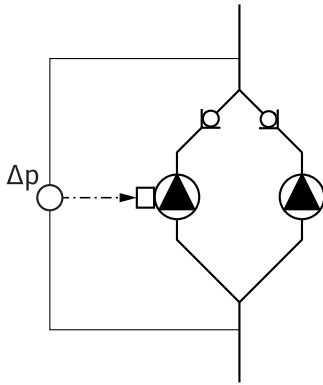

Fig. 18: Exemplu, racord IDP
- În exemplul din fig.18 pompa principală este pompa din stânga, în sensul curgerii. Racordați la această pompă senzorul de presiune diferențială.
- Punctele de măsurare pentru senzorul de presiune diferențială de la pompa principală trebuie să se afle pe respectiva conductă colectoare pe partea de aspirație și de scurgere a instalației de pompe cu două rotoare (Fig.18).